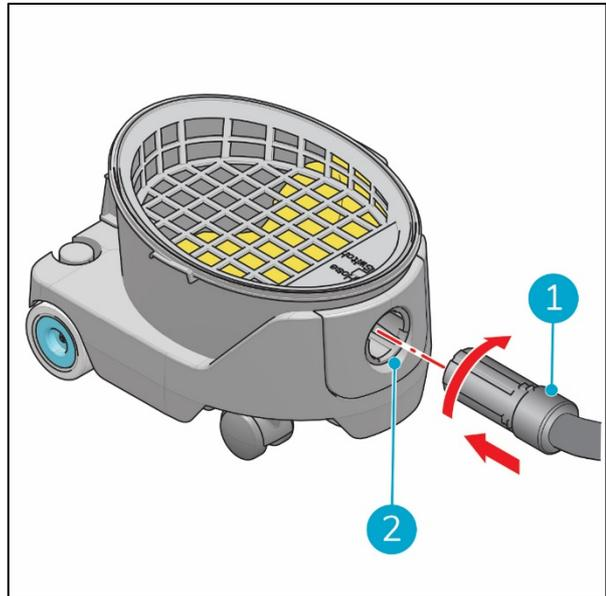

Figure 12
14. Insérez le tuyau (Figure 12, pos. 1) dans son raccord (Figure 12, pos. 2), puis faites-le tourner en sens horaire pour le verrouiller.